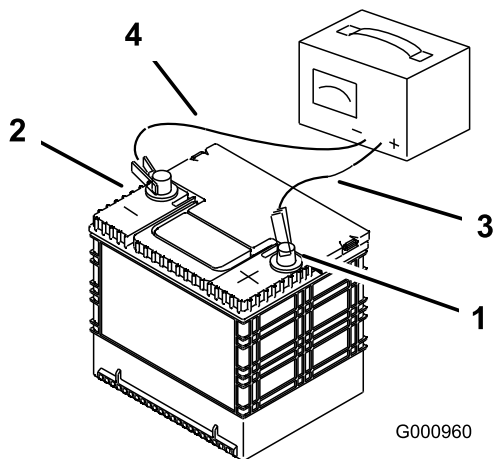

Figura 53
2. Quando a bateria estiver totalmente carregada, desligue o carregador da tomada elétrica e desligue os cabos do carregador dos bornes da bateria (Figura 53).